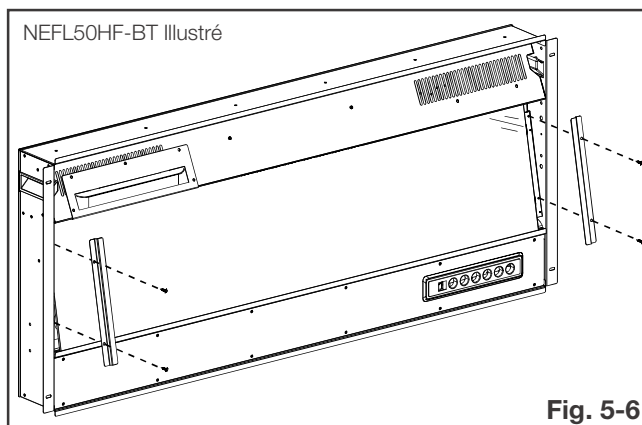

Fig. 5-6
- Retirez les quatres vis servant à fixer les supports de fixation de verre en place, puis retirez les supports et le-mettez de côté (**Fig. 5-6**).